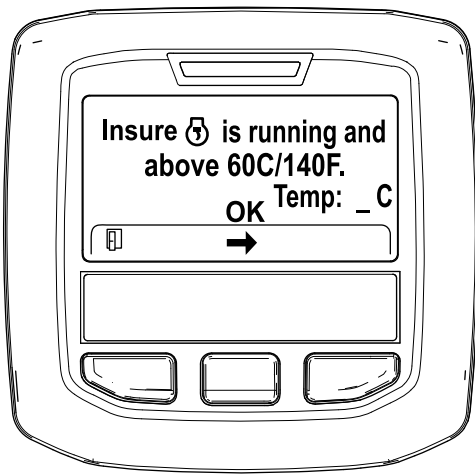

Figura 42
5. Se a temperatura do líquido de refrigeração for inferior a 60 °C, surge a mensagem "Insure is running and above 60C/140F" (Confirme que está a trabalhar e acima de 60C/140F) (Figura 42).